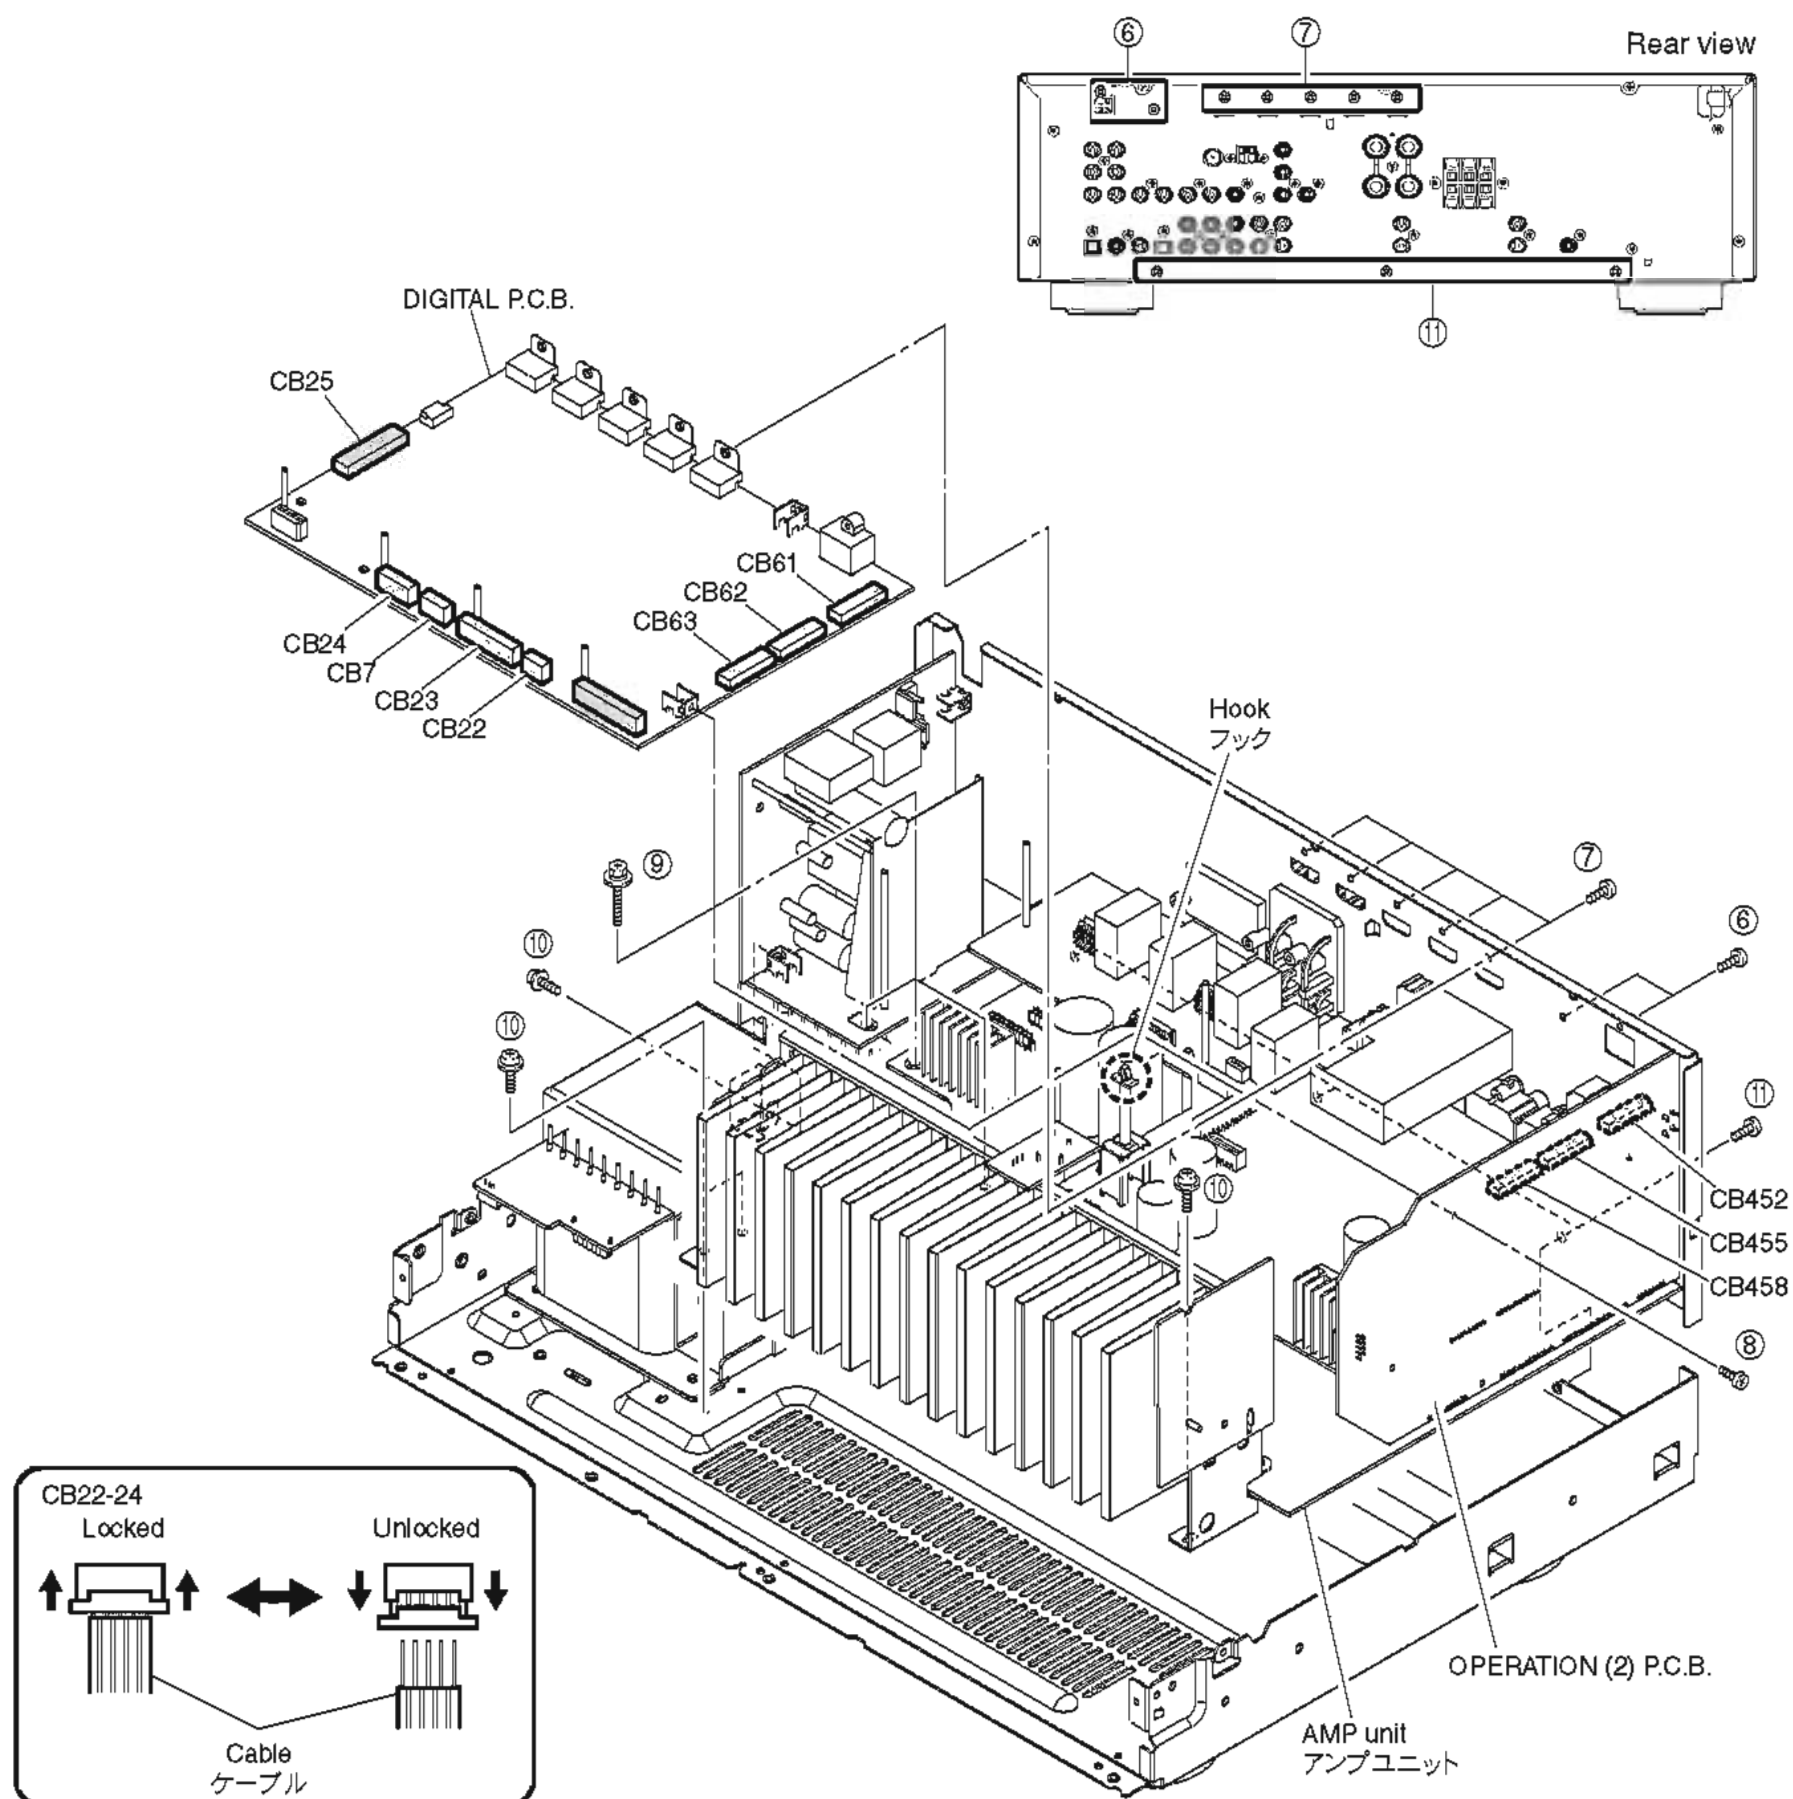

Fig. 2
- Remove 2 screws (⑥) and 5 screws (⑦). (Fig. 2)
- Remove screw (⑧). (Fig. 2)
- Remove CB7 and CB25. (Fig. 2)
- Unlock and remove CB22-24. (Fig. 2)
- Release hook. (Fig. 2)
- Remove the DIGITAL P.C.B. which is connected directly to the OPERATION (2) P.C.B. with board-to-board connectors. (Fig. 2)
- Remove 3 screws (⑨) and 4 screws (⑩). (Fig. 2)
- Remove 3 screws (⑪). (Fig. 2)
- Remove the amp unit. (Fig. 2)
- ⑥ のネジ 2 本、⑦ のネジ 5 本を外します。(Fig. 2)
- ⑧ のネジ 1 本を外します。(Fig. 2)
- CB7、CB25 を外します。(Fig. 2)
- ロックを外し、CB22～24 を外します。(Fig. 2)
- フック 1箇所を外します。(Fig. 2)
- DIGITAL P.C.B. を取り外します。ただし、DIGITAL P.C.B. は OPERATION (2) P.C.B. に基板対基板コネクタで直接接続されています。(Fig. 2)
- ⑨ のネジ 3 本、⑩ のネジ 4 本を外します。(Fig. 2)
- ⑪ のネジ 3 本を外します。(Fig. 2)
- アンプユニットを取り外します。(Fig. 2)